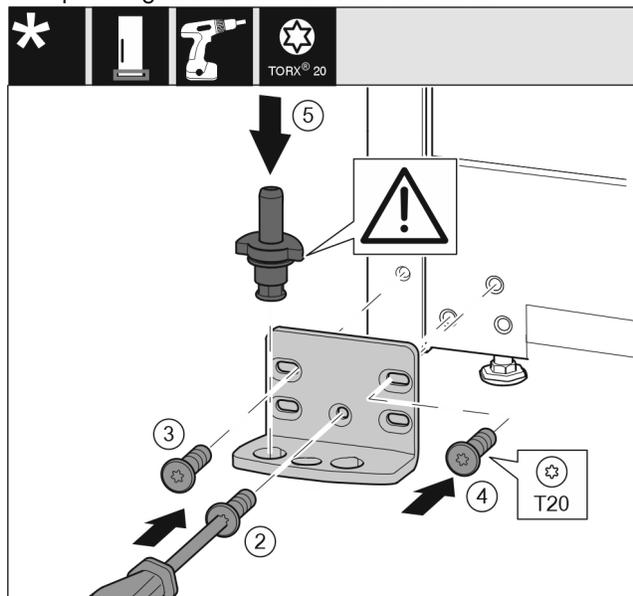

Fig. 17
- ▶ Placer le support de palier de l'autre côté et le visser avec un tournevis. Commencer par la vis Fig. 17 (2) en bas au milieu.
- ▶ Serrer la vis Fig. 17 (3) et la vis Fig. 17 (4).
- ▶ Insérer complètement l'axe de palier Fig. 17 (5). Veiller à ce que l'ergot soit orienté vers l'arrière.